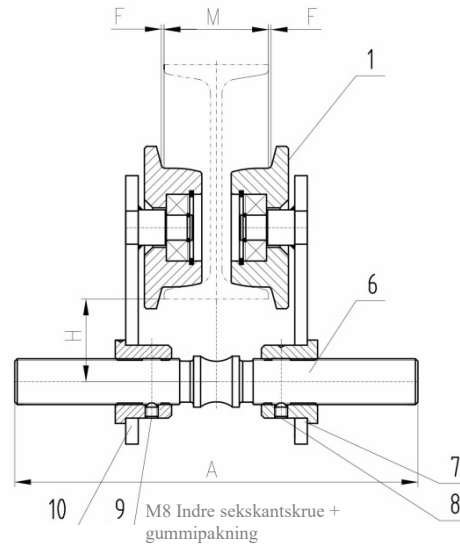

Fig 2: MANUELL LØPEKATT
2. Manuell løpekatt (se fig. 2) er konstruert av en venstreplate (10), høyreplate (7), hengetapp (6), hengehylse (8) osv.
3. Hjulene (1) er festet både på venstre- og høyreplate. Hengetappen passerer gjennom både venstre- og høyreplate. Vekten er sentrert midt på løfteakselen.
5. Kjettingdrevet løpekatt dras med en håndkjetting (5) for å aktivere aksel (4), tannhjul (2) og drivhjulene (1) og kjøre på bjelken. Den manuelle løpekatten drives ved å skyve på lasten som løftes med den.